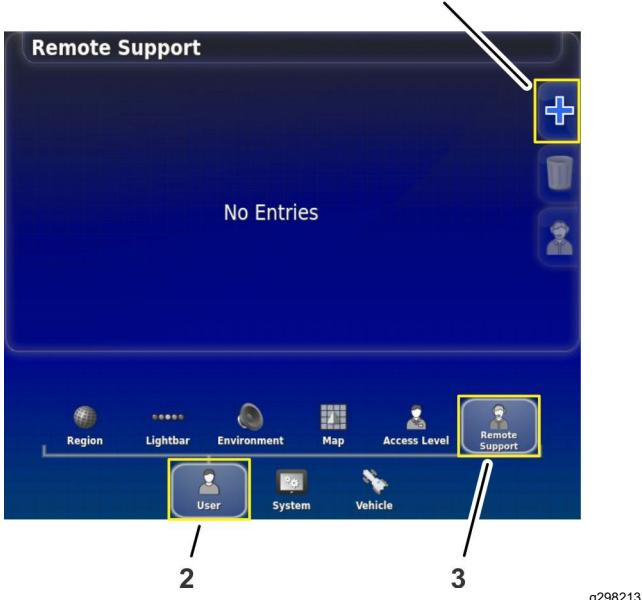

Figura 212
2. Nella schermata Configurazione, premete l'Icona UTENTE e premete l'Icona SUPPORTO REMOTO (Figura 212).
3. Se nella finestra Supporto remoto non compaiono immissioni di assistenza, premete l'icôna AGGIUNGI ASSISTENZA (Figura 212).